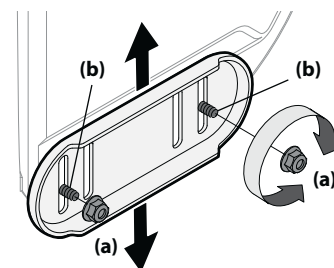

Figure 2-49
1. Desserrez les quatre écrous (a), deux de chaque côté et les boulons de carrosserie (b). Placez les patins à la position désirée. Voir Figure 2-49.
**NOTE** Les patins de votre souffleuse à neige peuvent être différents (et avoir une quincaillerie différente) de ceux illustrés sur la Figure 2-49.
Ajustez les patins selon les conditions de la surface à déneiger. Redressez-les si la neige est tassée et abaissez-les pour travailler sur des surfaces recouvertes de gravier ou de roches. Consultez les instructions Ajustements à la page 13, Figure 2-49.